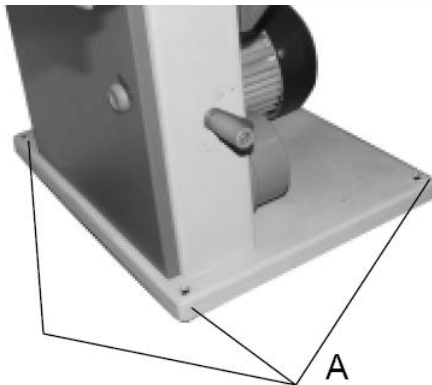

Рис. 13
- В основі пилки є чотири отвори Ø8 мм (А, Рис. 13).